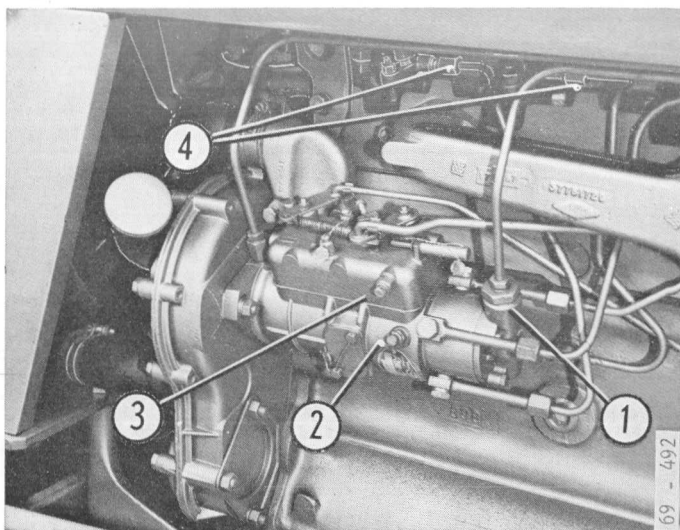

Fig. 65
- c) Purger de la même manière au raccord (1, fig. 65) d'arrivée sur la pompe d'injection après l'avoir desserré. Rebloquer le raccord.
- d) Desserrer le bouchon de purge inférieur (2) de la pompe d'injection et actionner la pompe d'alimentation jusqu'à ce que le carburant sorte sans bulle d'air. Resserrer ce bouchon tout en continuant à pomper manuellement.
- e) Desserrer le bouchon de purge supérieur (3) et faire tourner le moteur au démarreur, la tirette d'arrêt étant repoussée à fond et la manette d'accélérateur ouverte en grand. Quand le carburant sort sans bulle d'air, rebloquer le bouchon de purge en maintenant le moteur en rotation.
- f) Tout en faisant tourner le moteur, desserrer un raccord de tuyau d'injecteur à hauteur de ce dernier (4, fig. 65). Lorsque le carburant sort par à-coups réguliers, resserrer le raccord ; la purge de cet injecteur est terminée. Exécuter la même opération sur les autres injecteurs.